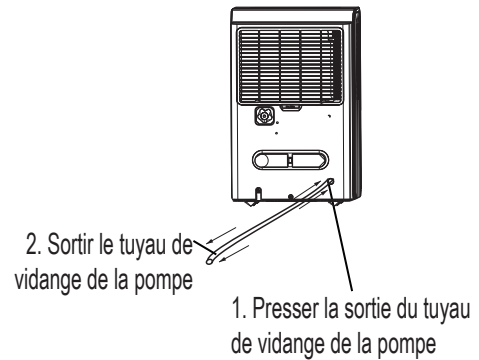

Figure 13
- Presser la sortie du tuyau de vidange de la pompe et sortir le tuyau de vidange de la pompe (Voir Fig.13). S'assurer que l'eau dans le tuyau de la pompe ne coule pas sur le sol.